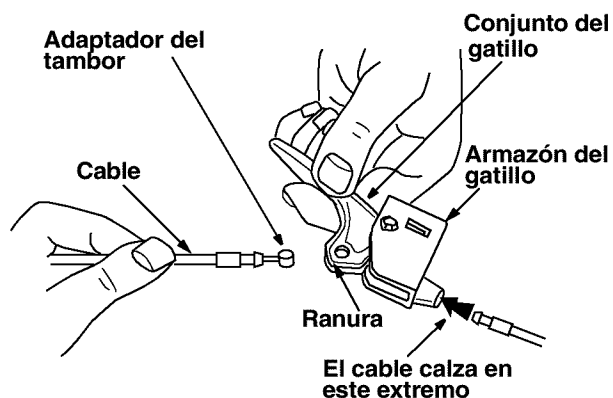

Figura 11
- Tire del cable y gírelo alrededor del fondo del gatillo, con el cable interior en la ranura, hasta que el extremo del cable pueda ser empujado dentro del armazón del gatillo y calzado firme. Vea la Figura 11.